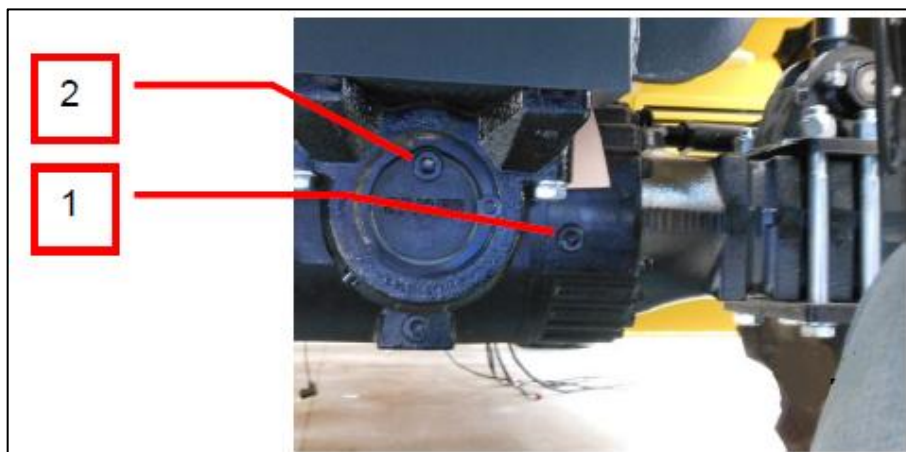

Рис. 5-7
5.3.10.3 при отсутствии нормального вытекания масла заполнить его через заливное отверстие (см. рисунок 5-7, позиция 2).